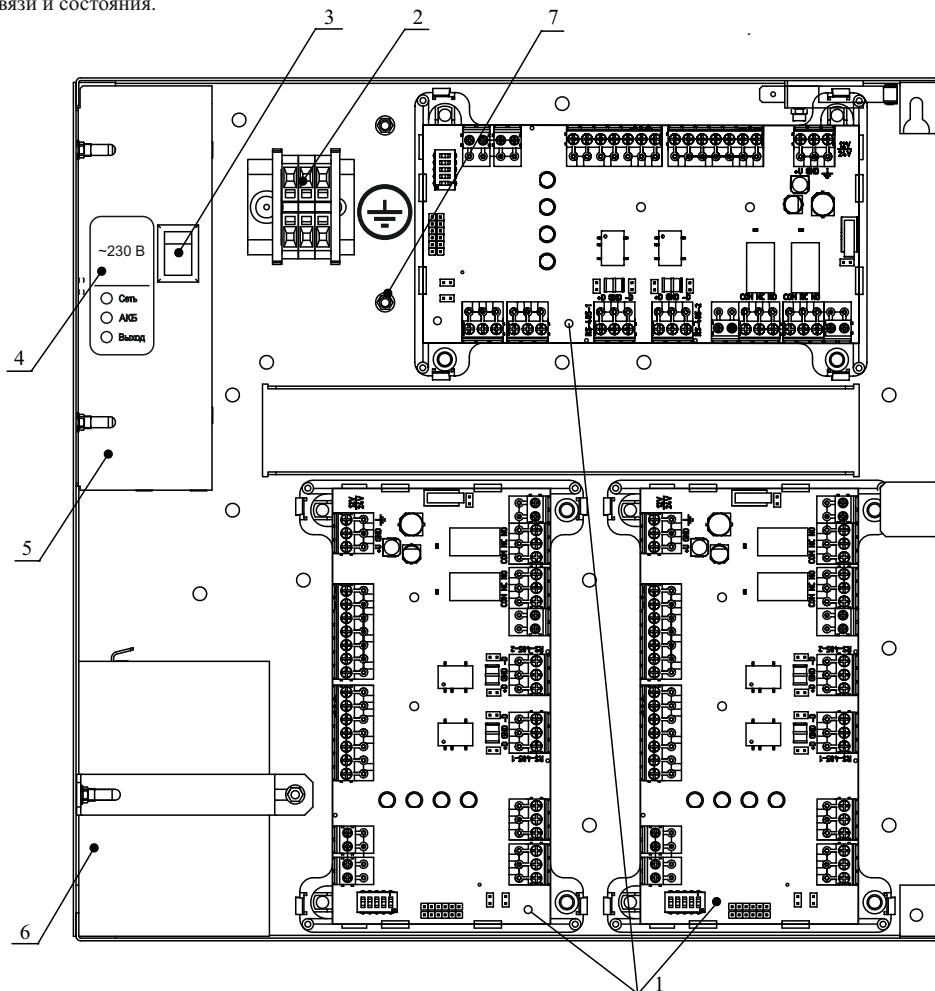

Рисунок 2 – Внутреннее устройство модуля STR-3AP-M
5.2 Внутри корпуса модулей (Рисунок 2) размещены: